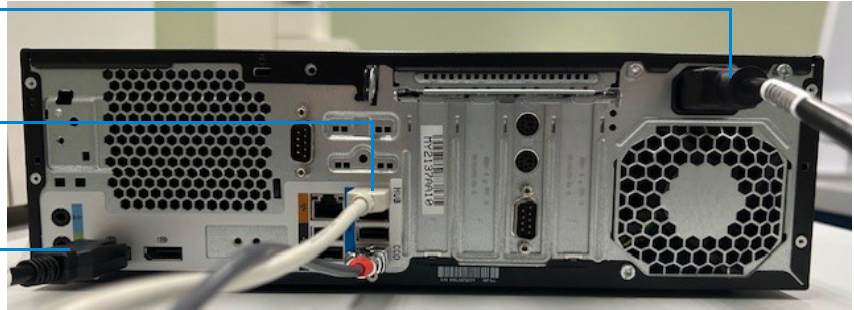
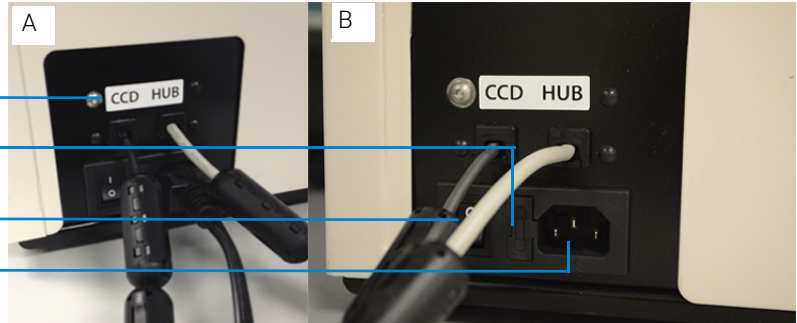

Figure 2 Arrière du PC avec toutes les connexions électriques
Figure 3 Arrière de l'instrument avec toutes les connexions électriques
L'arrière du Fragment Analyzer System contient le panneau de communications où s'effectuent les connexions avec l'ordinateur de l'instrument et la prise électrique nécessaires au fonctionnement (**figure 2** et **figure 3**).
- Connexion de la **figure 2** : arrière du PC
- Connexion de la **figure 3** : depuis le Fragment Analyzer System